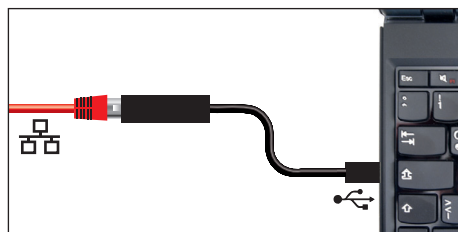

Fig. 8 Ethernet-USB-konverteringsenhed
- ▶ USB-Ethernet-konverteringsenhed (Fig. 8). Hermed er det muligt at forbinde enhedens Ethernet-tilslutning (se side 12) med USB-tilslutningen på en PC/bærbar computer.